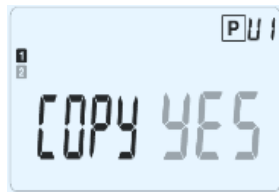

Fig. 19
- a. choisir le symbole « je vais me coucher »  , correspondant à la fin de la journée, pour terminer ; le thermostat vous demandera de copier le programme de la journée, que vous avez à peine configuré et que vous avez décidé de fermer, sur les journées suivantes, comme illustré sur la Fig. 19: